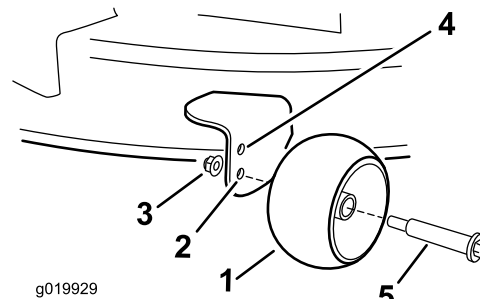

Bild 22
Schnitthöheneinstellung 63 mm oder niedriger ist (Bild 22).
- Unteres Loch: Verwenden Sie diese Stellung, wenn das Mähwerk in der Schnitthöheneinstellung 76 mm oder höher ist (Bild 22).